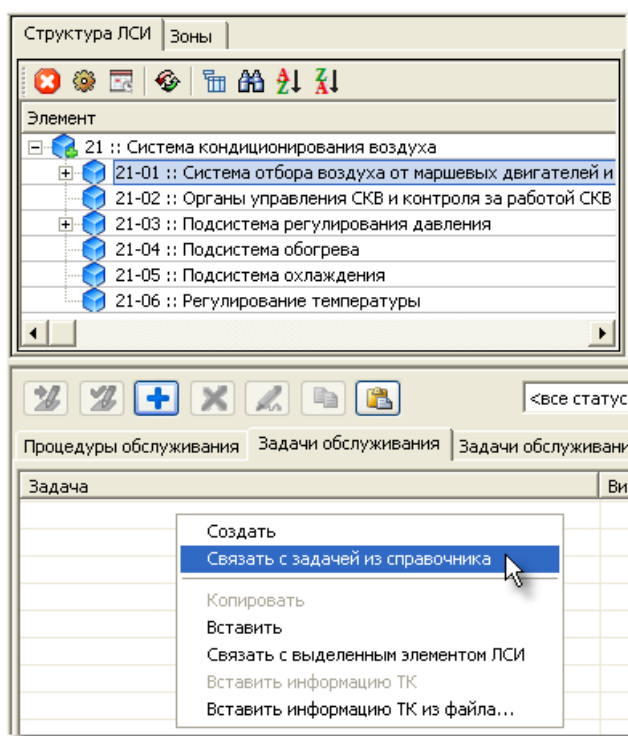

Рис. 2-58
3. Щелчком правой кнопки мыши на вкладке **Задачи обслуживания** вызовите контекстное меню и выберите пункт **Связать с задачей из справочника** (рис. 2-58).